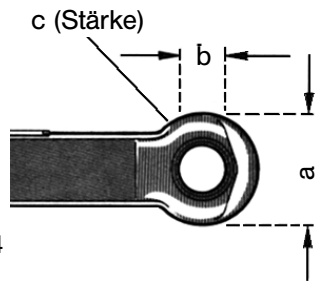

Abb. 4
6. Zugösen: Maße, Schwenkwinkel (s. Abb. 4)